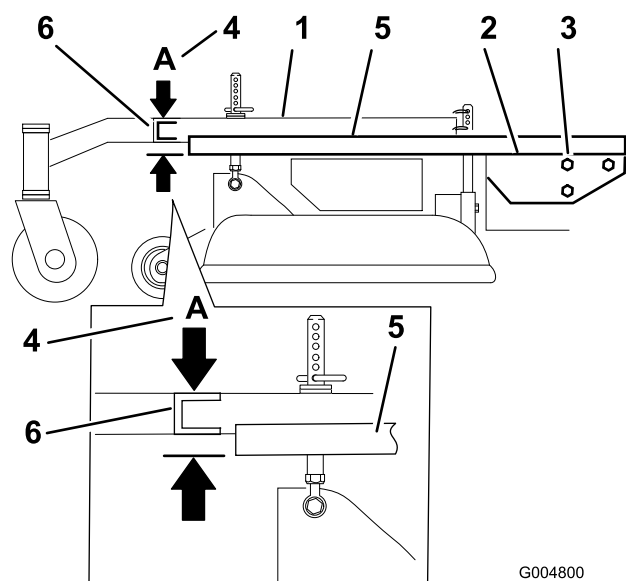

Figura 52
3. Coloque una regla larga en la parte superior de la carcasa del motor según se ilustra en la Figura 52.
4. En la ranura transversal del bastidor de tiro, mida la altura en la posición **A** (Figura 52). Esta medida debe ser de 33 mm, más/menos 6 mm.
6. Afloje los pernos de montaje del bastidor de tiro en los dos lados de la máquina (Figura 52).
7. Alinee el bastidor de tiro y la carcasa del motor para que tengan una altura de 33 mm, con una tolerancia de más/menos 6 mm en la posición **A** (Figura 52).